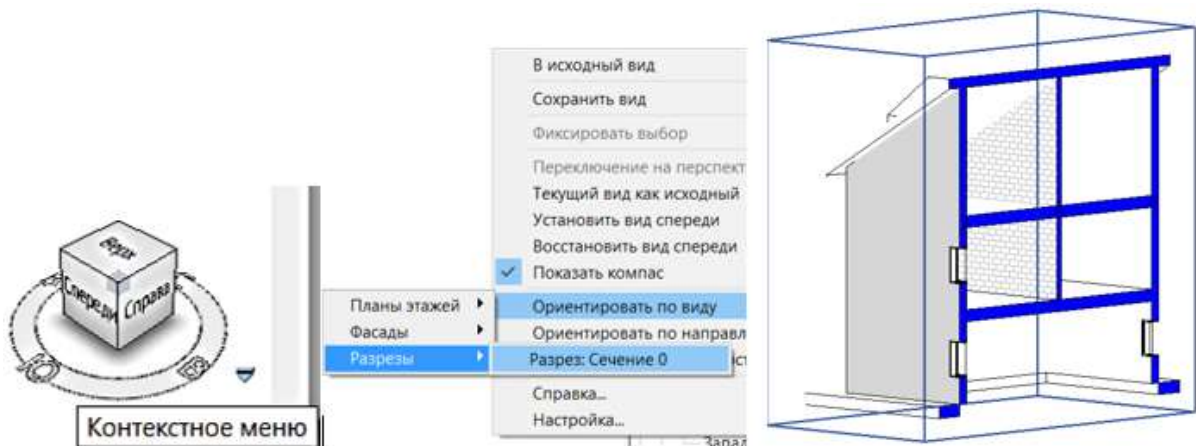

Рисунок 4.72 – Построение 3D разреза
- найти в правом верхнем углу видовой куб, у которого в правом нижнем углу есть незаметная стрелка вниз (рис. 4.72);